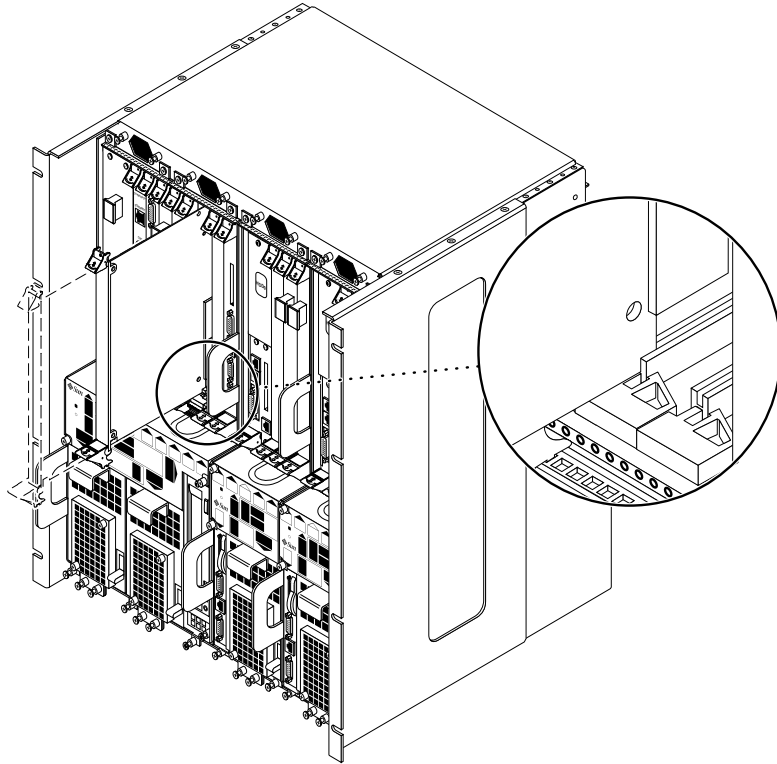

図 4-6 カードをカードケージ切り抜き部分に合わせる
9. システムの前面に回り、カードを垂直に保ちながらスロットの 2 つのガイドの間に挿入します (図 4-6)。